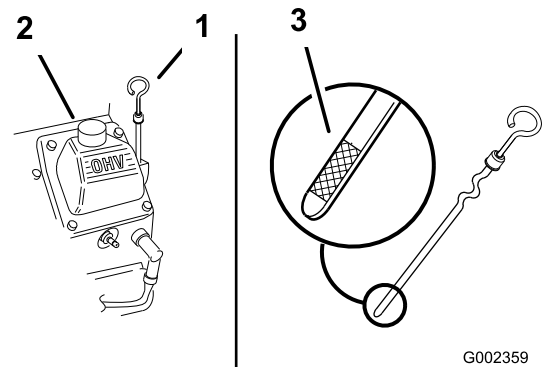

Figura 22
3. Limpie alrededor de la varilla de aceite (Figura 22) para impedir que caiga suciedad por el orificio y cause daños en el motor.
4. Retire la varilla de aceite y limpie el extremo (Figura 22).
5. Introduzca la varilla a fondo en el tubo de llenado (Figura 22).
6. Vierta lentamente un 80% aproximadamente de la cantidad especificada de aceite por el orificio de llenado (Figura 22).